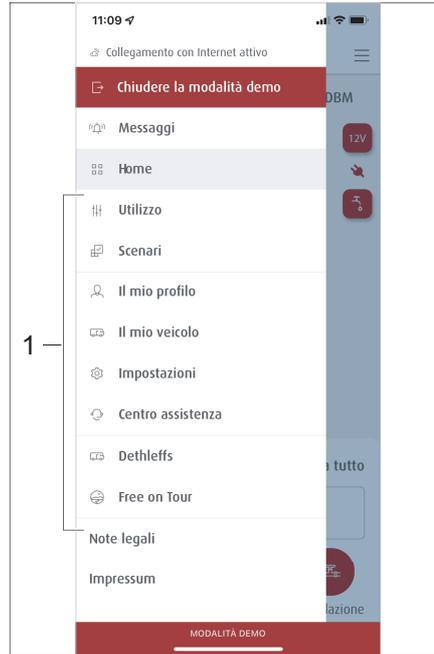

Fig. 290 Sottomenu
- Digitare, nell'area menu, il simbolo ☰. Vengono visualizzati i sottomenu (Fig. 290,1).
- Digitare nell'area menu *Scenari* (Fig. 290,1).
- Selezionare nei sottomenù (Fig. 290,1) il menu *Utilizzo*.
- Selezionare, nei sottomenu, (Fig. 290,1) il menu *Il mio veicolo*.